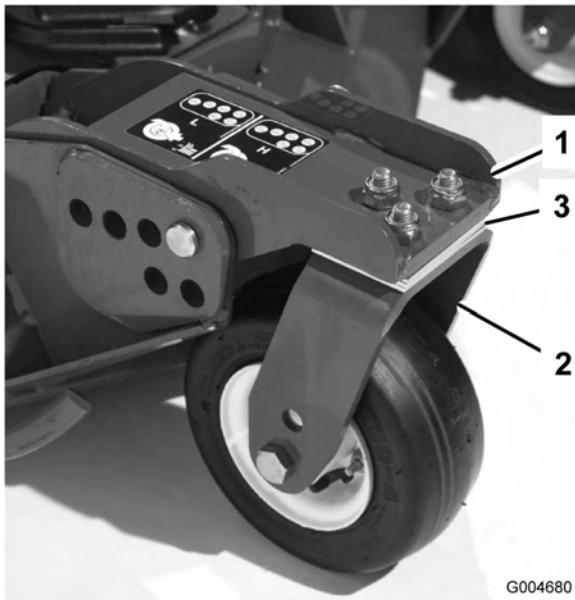

Figura 27
Girate la lama su ciascun fusello fino a disporla in parallelo con la lunghezza della macchina. Misurate dal suolo alla punta anteriore del tagliente. Regolate gli spessori di 3 mm sulla forcella (o forcelle) della ruota orientabile, finché l'altezza di taglio non corrisponde al valore riportato sull'adesivo. (Figura 27). Per il fusello della lama esterna vedere la procedura in Regolazione
3. Se il bordo interno dell'apparato di taglio laterale è troppo alto rispetto al bordo esterno dell'apparato di taglio anteriore, togliete uno spessore di 3 mm dalla base del braccio della ruota orientabile anteriore interna dell'apparato di taglio laterale (Figura 27). Controllate di nuovo la misura tra i bordi esterni di entrambi gli apparati di taglio ed il bordo interno dell'apparato di taglio laterale rispetto al bordo esterno dell'apparato anteriore.